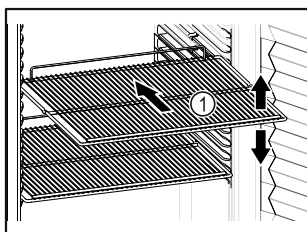

Fig. 61 Príklad zobrazenia
- ☐ Ak sa dajú odkladacie rošty Fig. 61 (1) premiestniť, prispôbte výšku.